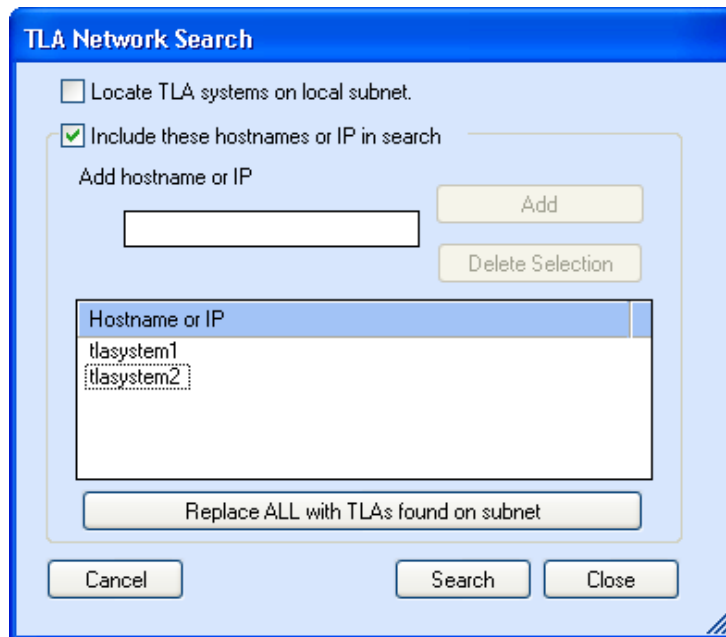

図 34: TLA Network Search ダイアログ・ボックス
1. TLA Connection ダイアログ・ボックスから、 (Search アイコン)をクリックし、TLA Network Search ダイアログ・ボックスを開きます。(図 34 参照)。